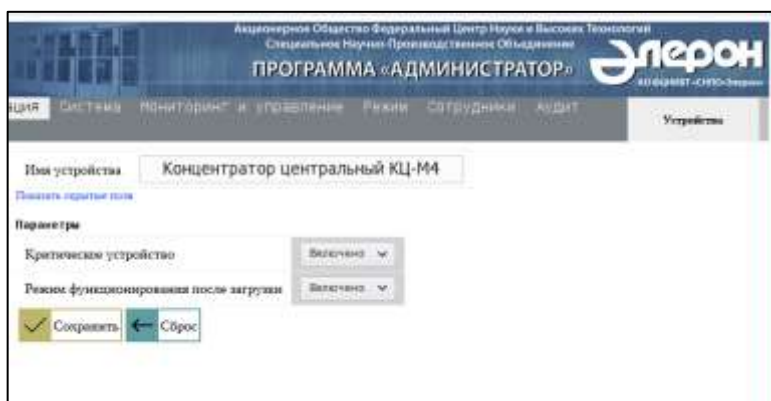

Рис. 13
1) В дереве устройств выбрать головное устройство «Последовательный порт КЦ», в правом бланке в списке «Добавить дочернее устройство» перейти по ссылке «Концентратор центральный КЦ-М4» и в открывшемся бланке (Рис. 13) настроить следующие параметры: